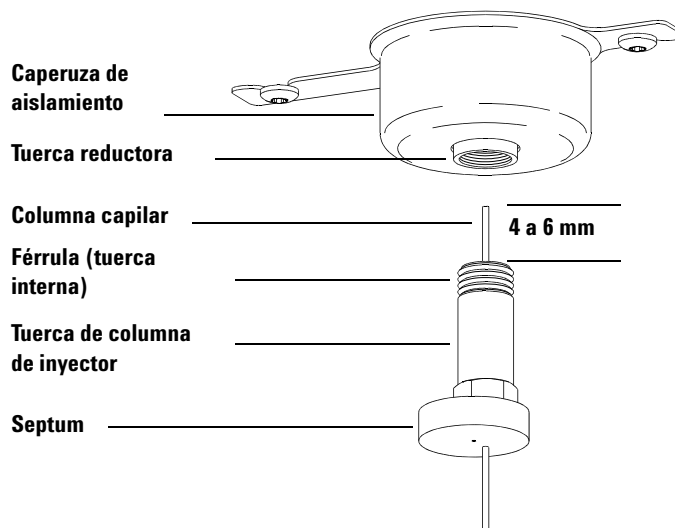

Figura 8 Instalación de una columna capilar en un inyector split/splitless
- 2 Coloque la columna de forma que sobresalga de 4 a 6 mm del extremo de la férula (Figura 8).